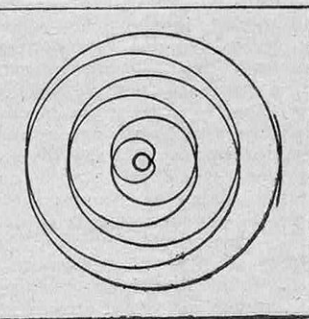

FIG. 5. — DEUX EXEMPLES DE « DÉVELOPPANTES »
Il est en effet certain que l'angle sous lequel nous envisageons les propriétés des figures et les recherches algébriques est très particulier. Pour en donner un exemple, quand, en géométrie analytique, nous utilisons les coordonnées cartésiennes (1), nous trouvons naturellement, à cause de ce mode de notation, que les courbes algébriques sont plus simples que les courbes transcendentes. Mais, comme nous l'avons déjà dit, la nature se joue de ces subtilités, et les lois de la pesanteur qui conduisent à la chaînette pour la forme d'un fil en équilibre, nous donnent une parabole comme trajectoire d'un projectile dans le vide. L'une des développantes (fig. 5) d'une hypocycloïde est une courbe qui n'est ni moins ni plus compliquée que sa développée, et qui est du même degré, mais celle d'un cercle, courbe simple s'il en fut, est une courbe transcendente en forme de double spirale.